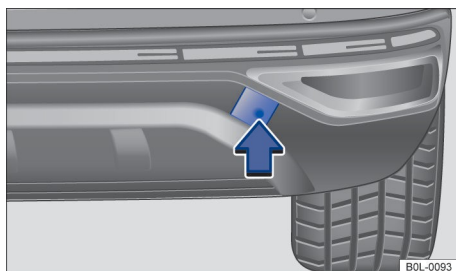

Рисунок 127. Верхняя правая сторона заднего бампера: снимите накладку
- Нажмите на правую часть накладки в направлении, указанном стрелкой. → Рисунок 127 чтобы открыть накладку.